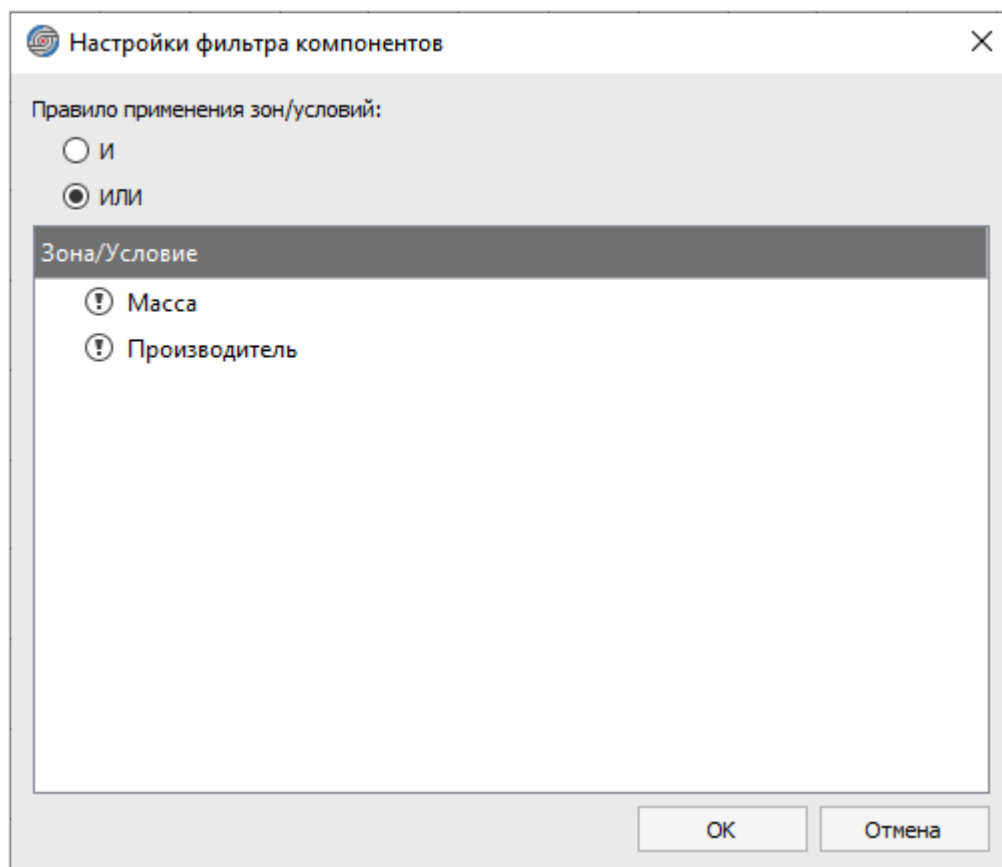

Рисунок 240. Окно «Настройки фильтра компонентов»
- 2) В открывшемся диалоговом окне «Настройки фильтра компонентов» задать параметры фильтра для компонентов (см. рисунок 240):